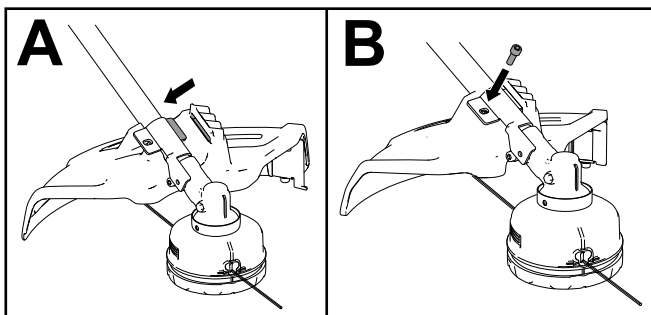

Figure 4
1. Placez le déflecteur de sorte que la languette sur le support s'engage dans la fente (A de la Figure 4).
2. Installez et serrez la vis à tête creuse pour fixer le déflecteur sur le support (B de la Figure 4).